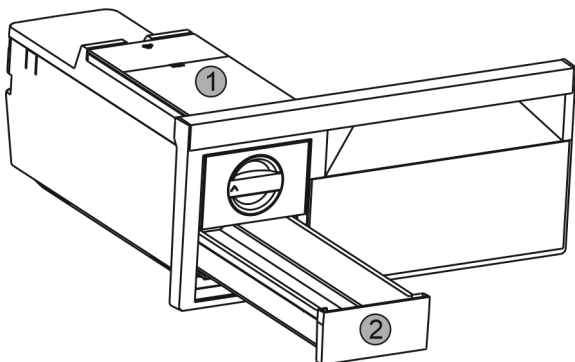

Fig. 29
- ▶ Извадете резервоара за вода Fig. 29 (1) и чекмеджето за ледени кубчета Fig. 29 (2).